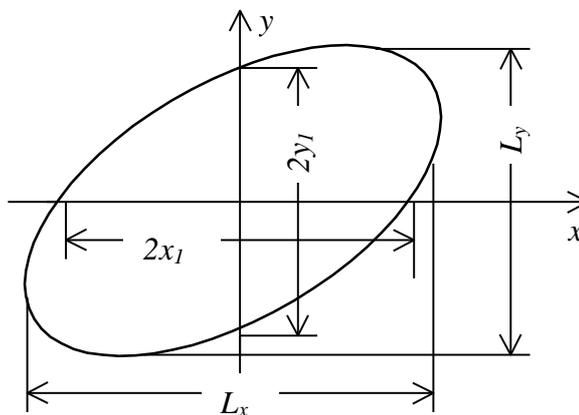

Рис.12
Ориентация эллипса на поверхности экрана зависит от разности фаз φ . Свяжем с ней некоторые характерные точки эллипса (рис.12).
Из уравнений (22) видно, что a и b – наибольшие отклонения луча от центра экрана, которые можно определить по изображению на экране (рис.12).